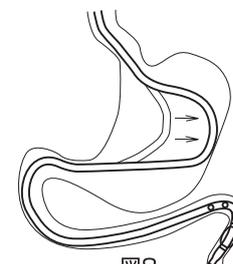

図8
17. 吸引用コネクターからインジェクションコネクターを取り外した後、本品を更に挿入し、胃内でたるませる（図8）。